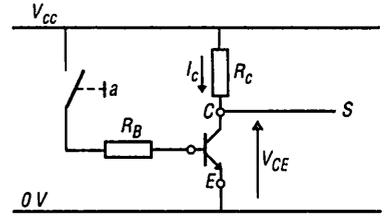

Fig. 1 : Transistor assurant une fonction logique NON.
2.1. Rappels sur le transistor en commutation (fig. 1 et 2)